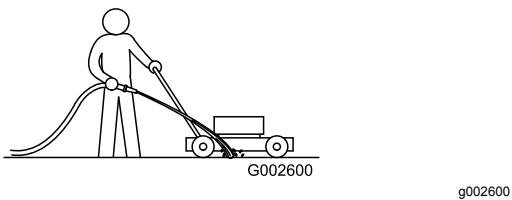

Figura 29
3. Com o motor a funcionar e a lâmina engatada, deixe correr água em frente da roda traseira **direita** (Figura 29).